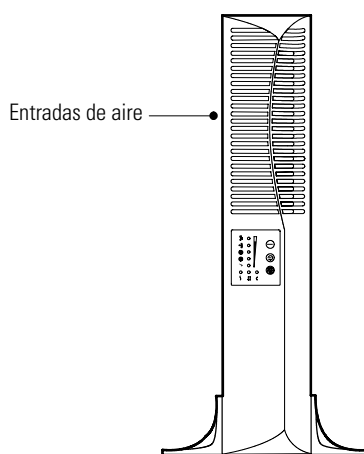

Figura 7. Gabinete del SIE con pedestales
4. Coloque cuidadosamente el gabinete en forma vertical (consulte la Figura 7). Las entradas de aire deben estar en la parte superior de la unidad cuando se coloca en forma vertical.